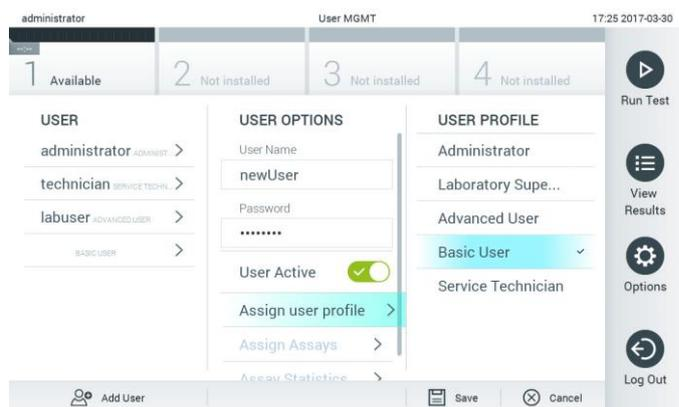

Figura 53. Atribuição de um perfil de utilizador a um novo utilizador.
4. Prima Assign User Profile (Atribuir perfil de utilizador) e atribua o perfil de utilizador apropriado (a partir da lista à direita da área de conteúdo) ao novo utilizador (Figura 53).